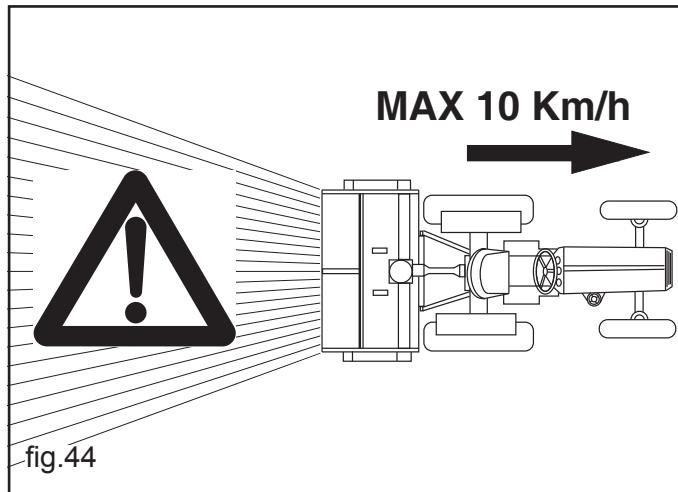

fig.44
**La velocidad del tractor con la máquina trabajando no debe superar los 10 km/h para evitar roturas o daños (fig.44).**